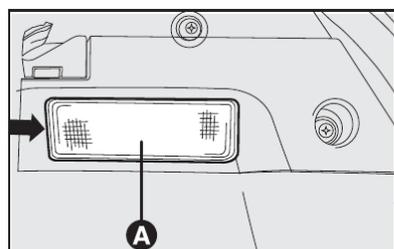

fig. 29
PLAFONIERA DO PORTA-MALAS - fig. 29 e 30
- extrair a plafoniera **A-fig. 29** forçando ligeiramente com uma chave de fenda (cuidando para não arranhar a pintura) no ponto indicado pela seta.
- montar o plafoniera **A-fig. 29**, introduzindo-o na sua correta posição, primeiro de um lado e depois no outro lado até perceber o bloqueio.